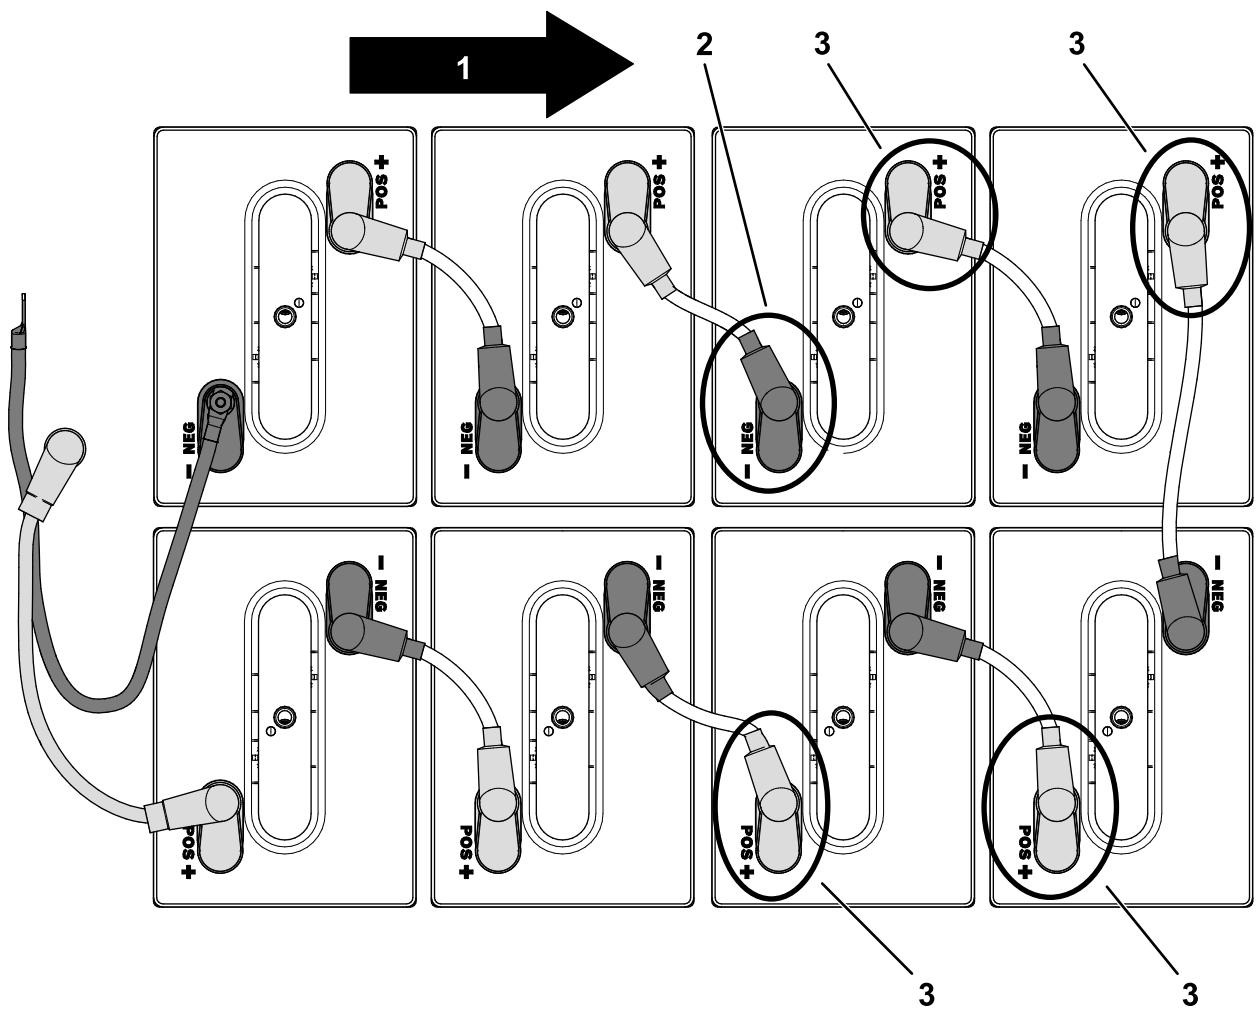

図 99
てください図 99を参照。
4. 前バッテリートレイのバッテリー4本にプラス端子を接続する図 99。
5. 図 99 のようにマイナス端子を接続する。